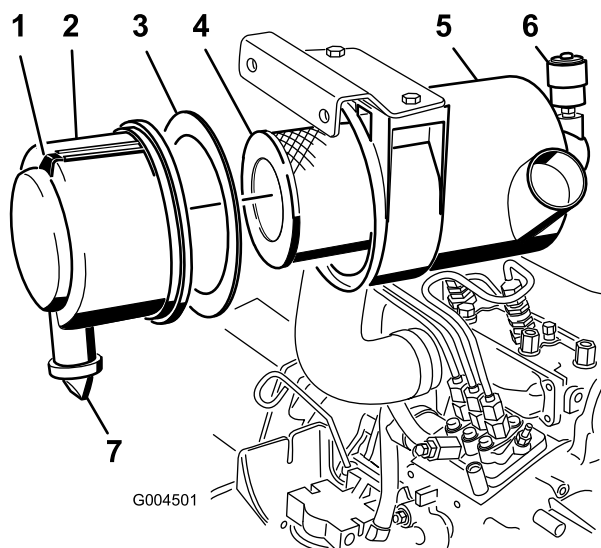

Figura 41
2. Revise el filtro del limpiador de aire cuando el indicador del limpiador de aire se vea rojo (Figura 41) o cada 400 horas (más frecuentemente en condiciones extremas de polvo o suciedad). No limpie con demasiada frecuencia el filtro de aire.
1. Tire hacia fuera del enganche y gire la tapa del limpiador de aire en sentido antihorario (Figura 41).
2. Retire la cubierta de la carcasa del limpiador de aire (Figura 41).
4. Retire y cambie el filtro primario (Figura 41).
6. Asegúrese de que la junta de gomaespuma está colocada en la tapa y que no está desgarrada ni dañada (Figura 41).
- A. Retire la válvula de salida de goma de la cubierta (Figura 41).
10. Reinicie el indicador (Figura 41) si se ve rojo.